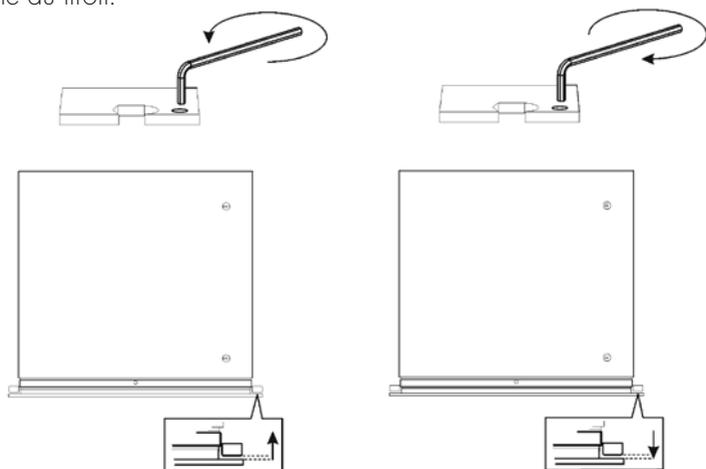

Fig. 5
- Utilisez une clef à six pans creux de 5 mm et agissez sur le mécanisme de réglage de l'accrochage du tiroir. En tournant dans le sens des aiguilles d'une montre, le tiroir sort, dans le sens inverse il rentre (Fig. 5)